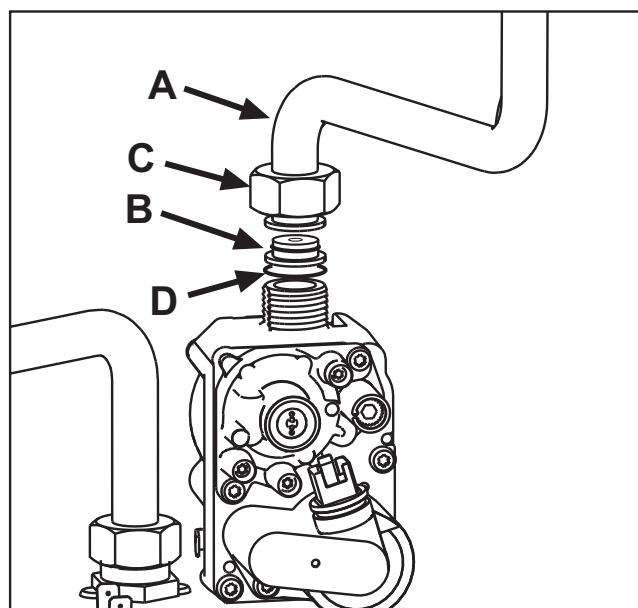

fig. 23
3. Desenrosque la tuerca C y desconecte el tubo del gas A de la válvula del gas (fig. 23).
4. Sustituya el inyector B del tubo del gas por el que se incluye en el kit de transformación, interponiendo la junta D (fig. 23).